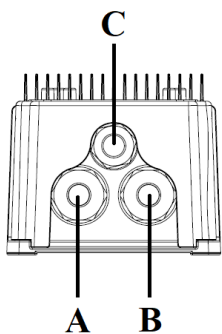
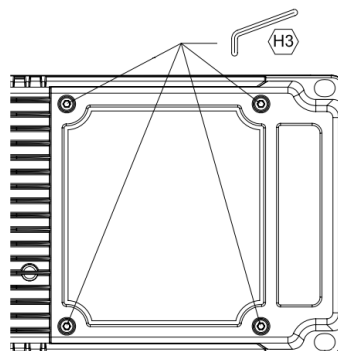

Рис.7
Рис.8
Подключение осуществляется через вводную коробку драйвера, установленного на прожекторе (рис.7). Для подключения прожектора к сети питания, необходимо открутить винты фиксации крышки вводной коробки (рис.8), снять крышку вводной коробки, продеть трехжильный кабель питания (L, N, PE) через кабельный ввод «А». Присоединить кабель к клеммам питания и заземления (L (LN) – коричневый, N (NT) - голубой, PE (PE1) – желто-зеленый). Затянуть кабельный ввод «А» с усилием 5 Н*м. При межфазном подключении к сети 380В, использовать клеммы L (LN) и N (NT), L - L1, N - L2. Рекомендуемый диаметр кабеля питающей сети 13-18 мм. Сечение жилы 1,5-2,5 мм².